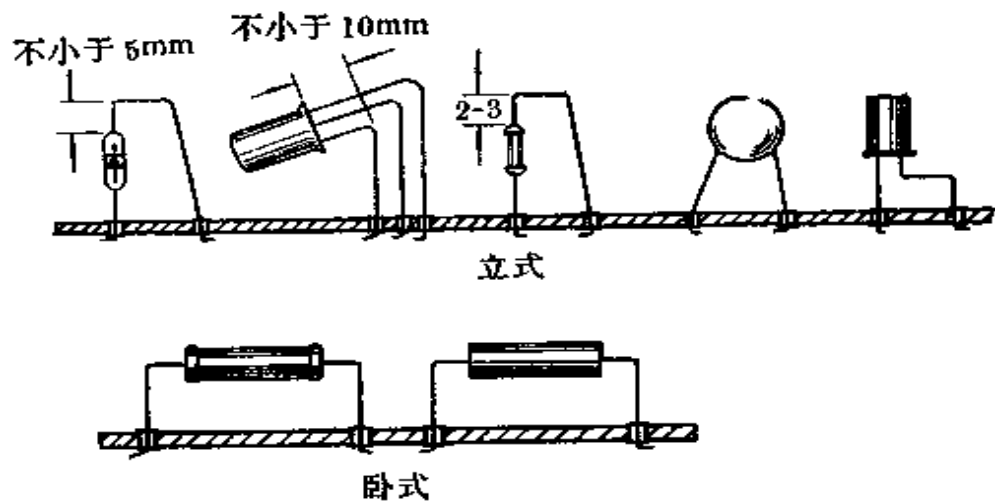

图 4-16
(1) 装磁棒。在小孔 20、21 上装上磁棒支架,并把磁棒和线圈装上。
(2) 装可变电容器  $C_1$ 。把单连的轴柄装入孔 25,并在小孔 26、27 中装上固定螺丝。
(3) 装高频阻流圈 GZL。先在孔 24 周围和高频阻流圈磁芯上涂上胶水,再将磁芯嵌入孔内粘牢。
(4) 装耳机插口 CZ。将耳机插口的装配螺帽旋下,对准底板上孔 23 装上,然后在底板背面用原来的螺帽旋上拧紧。
(5) 上述大元件安装完毕后,再将其他元件(偏流电阻  $R_1$  除外)插入各有关的孔中。小元件安装方法参见图 4-16。在安装晶体三极管和二极管时,特别注意管脚不要插错。